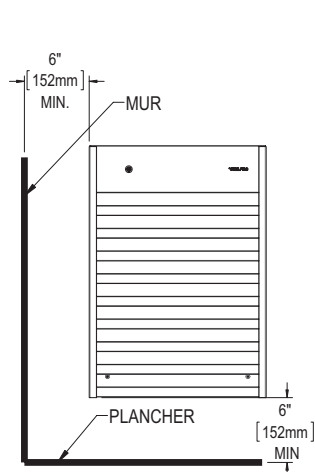

FIG. 1
1. Que l'appareil soit installé en surface ou qu'il soit encastré, les distances minimales suivantes doivent être respectées en tout temps pour les unités simples et doubles (voir les figures 1 et 2). Note : Les unités simples de 4800 W doivent être installées à une distance minimale de 8 po (203 mm) du plancher.